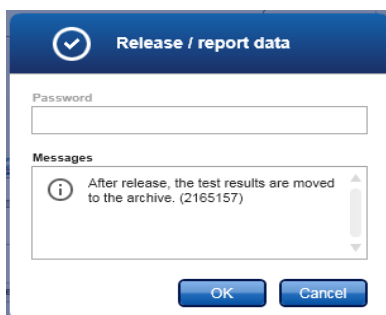

Figura 19. Cuadro de diálogo «Release/report data» (Publicar/generar informe).
18. Haga clic en **OK** para guardar el experimento en el archivo y crear una salida de LIMS y un informe de ejecución (Figura 19). Los informes de la serie y los archivos exportados del LIMS se guardarán en el directorio de informes predeterminado. El directorio predeterminado se encuentra en los directorios de exportación de datos de la pestaña «Configuration».